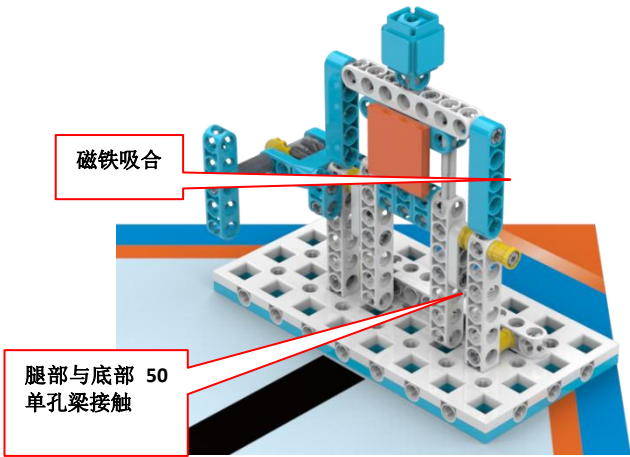

图 7 完成状态
3.3.2 得分标准：舞者为站立姿势（磁铁吸合），且腿部与底部 50 单孔梁接触，得 60 分，如图 7。